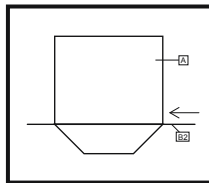

FIG3
5. Spingere l'asta <B2> interamente nel canale della tenda esterna <A> (FIG. 3)